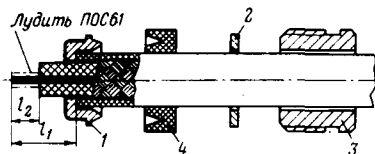

Рис. 41. К заделке в разъем высокочастотного кабеля (к пп. 2—6): 1—зажимная втулка; 2—шайба; 3—зажимная гайка; 4—уплотнительная шайба
2. Надрезать и снять наружную оболочку кабеля на длину  $l_1 = 10$  мм (рис. 41), не допуская повреждения экранирующей оболочки.